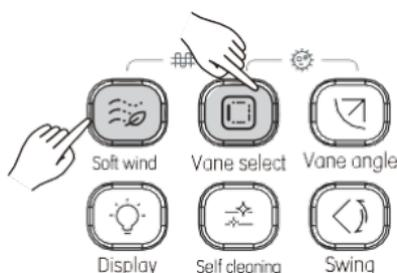

Abbildung 3.20
1) Drücken Sie  und  gleichzeitig, um die Zusatzheizung zu starten (siehe Abbildung 3.20), auf dem Bildschirm erscheint das Symbol .